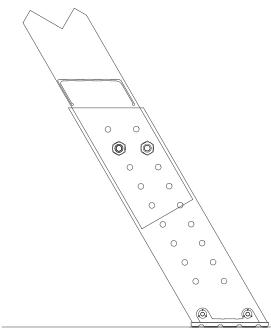

FIGURA 10
E. Deslice el tacón de aluminio sobre el riel como se muestra en la Figura 10. Posicíonelo de modo que el tacón plástico esté en contacto con el suelo. Alinee el más cercano conjunto de agujeros con los agujeros perforados en el riel. Sujételo usando (2) tornillos de $\frac{1}{4}$ " y tuercas dentadas por cada lado (incluidas).